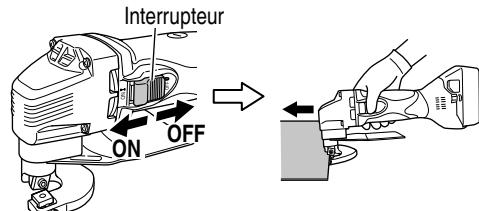

Fig. 8
1. Mettre l'outil sous tension. (Fig. 8)
2. Placer délicatement l'outil d'application sur le matériau et déplacer l'outil d'application vers l'avant à un rythme où le mouvement n'est pas ralenti. (Fig. 8)
Lors du découpage de panneaux fins, mettre l'appareil à l'horizontale comme montré dans la Fig. 8. Pour faciliter un découpage doux de panneaux épais, si le trait de découpe dévie vers la gauche (Fig. 8), lever légèrement l'arrière de l'appareil. Si le trait de découpe dévie vers la droite, abaisser légèrement l'arrière de l'appareil.